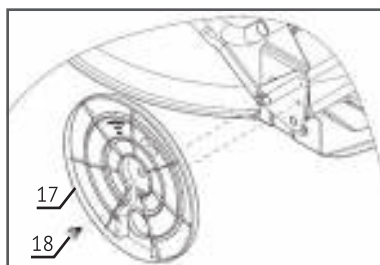

Рис.4
При помощи болтов (18) закрепите внутренние крышки колёс (17) на корпусе газонокосилки, как показано на Рис. 4.